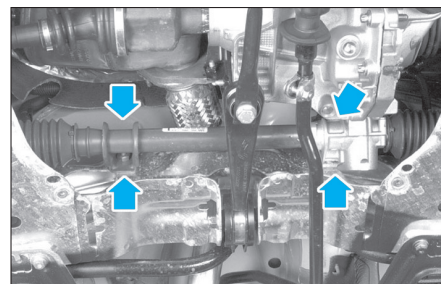

Fig. 10
- Déposer les vis de fixation du boîtier de direction sur le berceau (Fig.10).